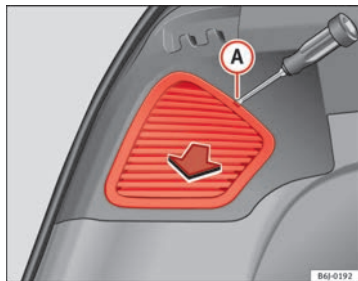

Fig. 179 Luzes na lateral
- Retire essa tampa com a ajuda de uma chave de fendas, inserindo-a na ranhura indicada **A** ⇒ Fig. 179.